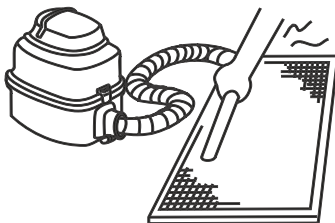

Figura 45
- El lado de la entrada de aire debe mirar hacia arriba cuando se utiliza una aspiradora. (Consulte la Figura 45)